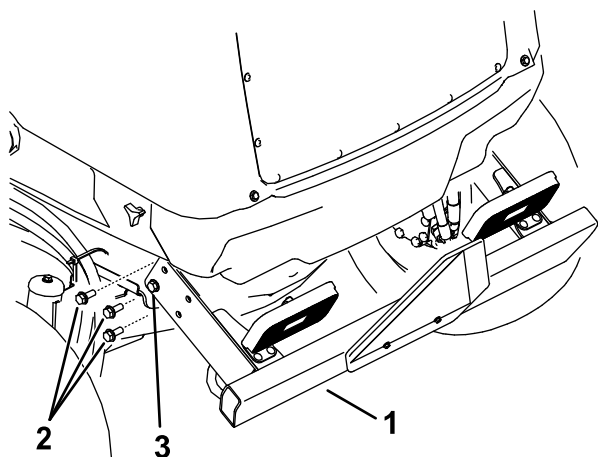

Figure 110
- Retirez les 3 vis à embase de chaque côté du pare-chocs arrière, comme montré à la Figure 110.
6. Relevez le pare-chocs arrière en position et insérez les vis à embase. Serrez toutes les vis à embase qui fixent le pare-chocs arrière au cadre (Figure 110).